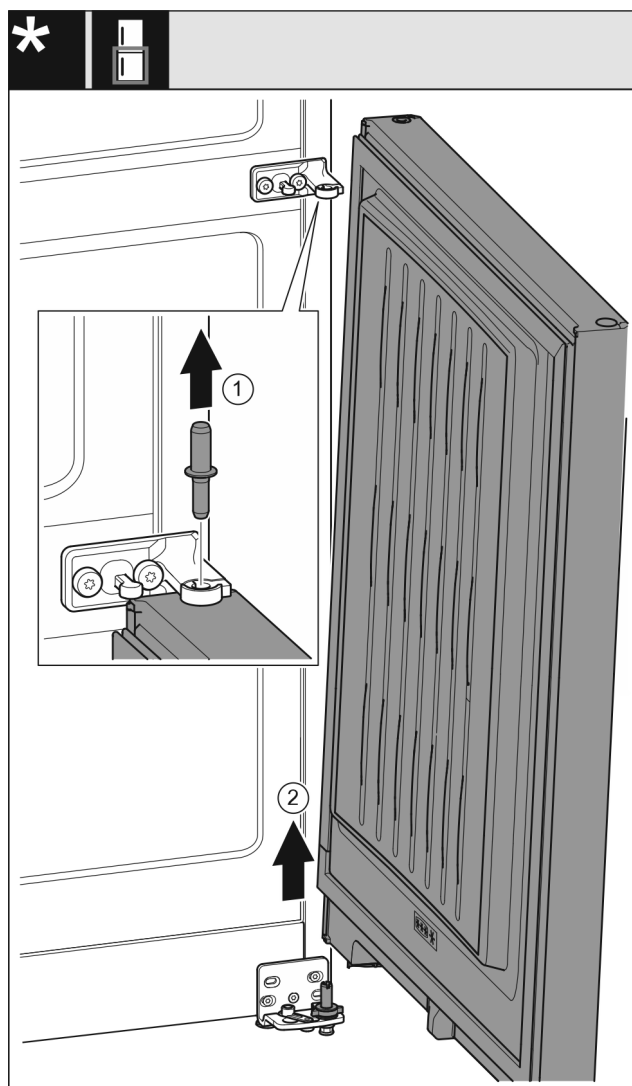

Fig. 8
- Čap vyťahnite nahor. Fig. 8 (1)
- Dvere vyklopte von, nadvihnite smerom hore a odložte nabok. Fig. 8 (2)